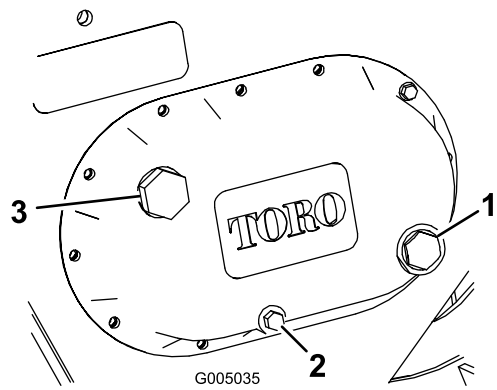

Figura 14
3. Compruebe la mirilla de vidrio transparente situada en el costado de la caja de engranajes (Figura 14). El lubricante para engranajes debe llegar al nivel del punto rojo situado en el centro de la mirilla.
4. Si el nivel del lubricante para engranajes es bajo, retire el tapón de llenado (Figura 14) y llene la caja con lubricante para engranajes hasta que llegue al punto rojo de la mirilla.
4. Retire el tapón de vaciado (Figura 14), dejando que el aceite se drene al recipiente.
6. Retire el tapón de llenado (Figura 14) y llene la caja con lubricante para engranajes hasta que llegue al punto rojo de la mirilla.